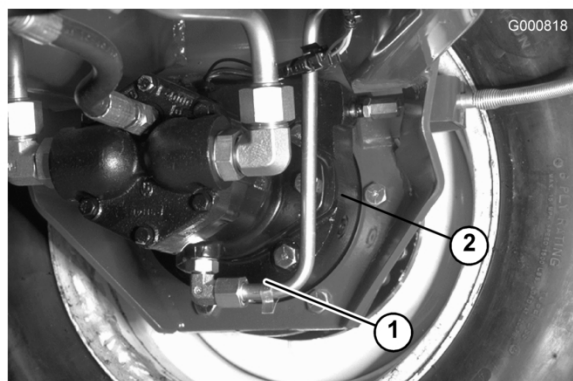

Figure 53
2. Retirez le bouchon du train planétaire (Figure 52) et le bouchon de contrôle à l'arrière du frein (Figure 53).